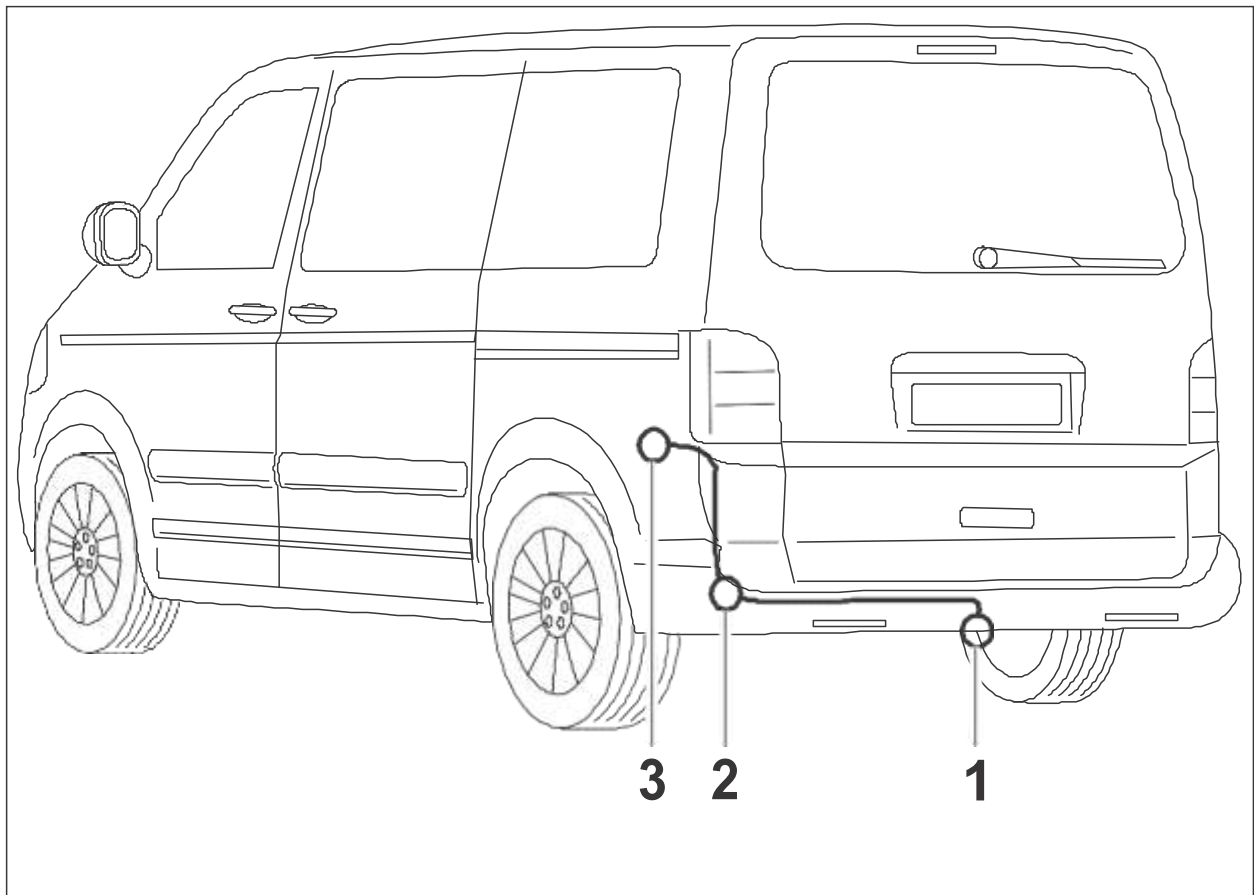

Fig. 1: Vista general del montaje
3. Tender el extremo de la caja de enchufe del juego de líneas por la boquilla de paso (fig. 1/2) del vehículo desde la parte trasera a la izquierda hacia el exterior, hasta la chapa de sujeción de la caja de enchufe (fig. 1/1). Sellar adicionalmente la boquilla de paso con la cinta de butilo incluida en el conjunto de suministro
- Atornillar la caja de enchufe a la chapa de sujeción (fig. 1/1) con los tornillos suministrados en la caja de enchufe.
- Montar (fig. 1/2) la boquilla de paso del vehículo en la trama de cables, deslizar a lo largo de la trama de cables desde el exterior hacia dentro del orificio del vehículo. Sellar adicionalmente la boquilla de paso con la placa hermetizante (cinta de butilo) incluida en el conjunto de suministro.
- Introducir y encajar los conectores de 8 y 12 polos en los contraconectores correspondientes, en el punto de interconexión de la parte trasera izquierda (fig. 1/3). Dado el caso, retirar el conector puente de 8 polos presente en el vehículo (ya no se necesitará).